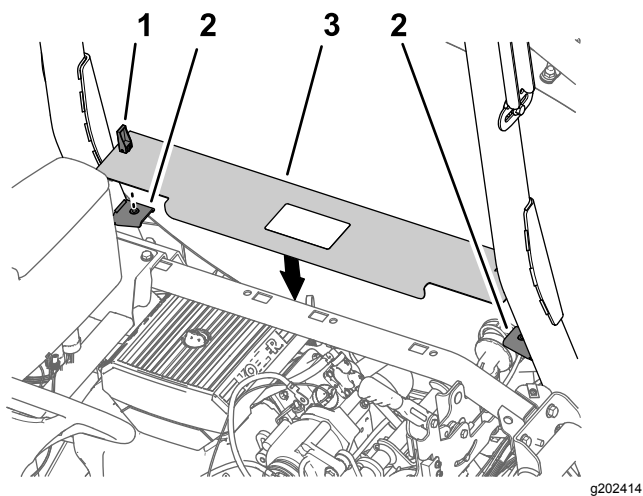

图221
1. 将发动机检修门门锁与翻车保护杆上面板支撑托架中的衬套对齐 图221。
2. 将面板组装到支架上图221。
3. 向下转动手柄门锁将面板固定到支架上图221。